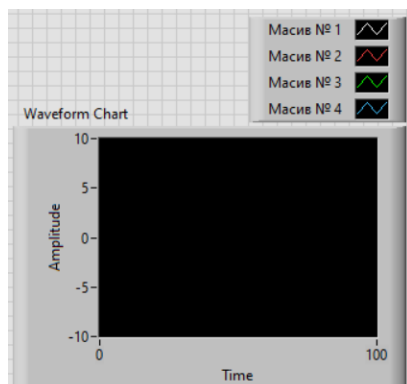

Рис. 20
18. Потім правою кнопкою миші клацніть по Plot і в контекстному меню натисніть на Properties і на вкладці Plots дайте імена всім графікам, як це показано на рис. 20.